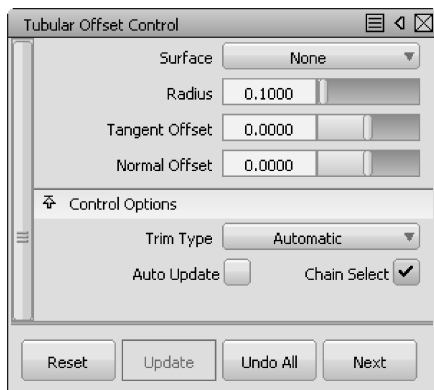

图 8-47 设置参数
- 54 回到侧面部分。为侧面创建一条缝隙，在【Palette】（工具箱）的【Surfaces】工具标签中，按住【Fillet flange】工具图标，在弹出的工具菜单中选择【Tube offset】工具，按住键盘上的【Shift】键，单击【Tube offset】工具图标，打开对话框，参数设置如图 8-47 所示。